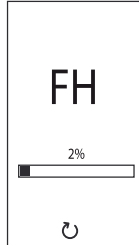

fig. 8 - Purga de aire con ventilador en marcha
- Durante los 20 segundos siguientes, en la pantalla se visualiza el código FH, que indica que se está efectuando el ciclo de purga del aire del circuito de la calefacción con el ventilador en marcha (fig. 8 - Purga de aire con ventilador en marcha).